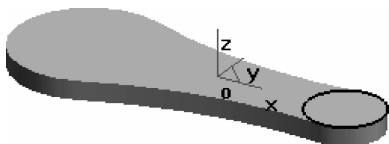

图 3-76 绘制小凸台的草图
(5)在绘图区拾取基本拉伸体的上表面,单击按钮,进入草图绘制状态。单击按钮,在立即菜单中选择“圆心_半径”方式,根据状态栏提示,按空格键弹出“点工具”菜单,单击“圆心”,拾取基本拉伸体上表面小圆的边,再次按空格键弹出“点工具”菜单,单击“端点”,拾取基本拉伸体上表面小圆的边,右击确认,完成对小凸台草图的绘制,作图结果如图 3-76 所示。